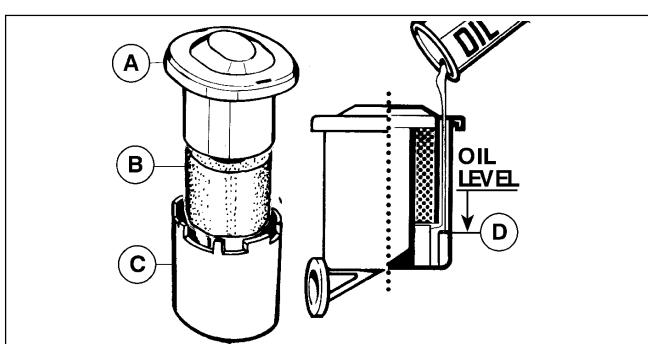

Fig. 9
- Déposer le couvercle (Fig. 9) du corps du filtre en le tournant dans le sens contraire des aiguilles d'une montre (voir Fig. 9C).